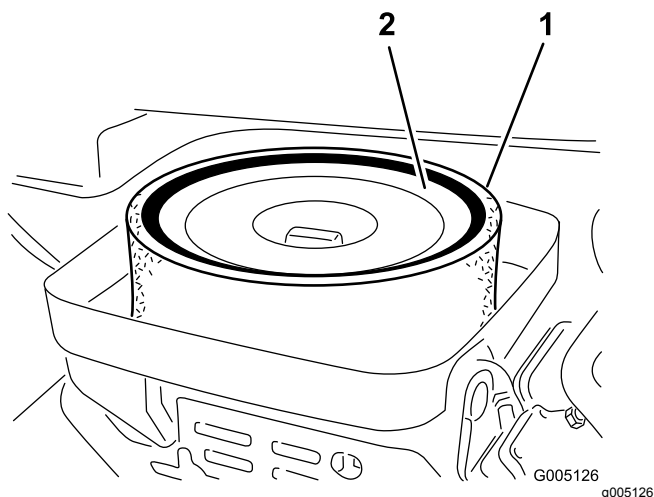

Figura 29
3. Retire a porca que fixa os elementos de filtragem ao corpo do filtro de ar (Figura 29).
4. Se o elemento de esponja se encontrar sujo, deverá retirá-lo do elemento de papel (Figura 29). Limpe-o cuidadosamente, da seguinte forma: